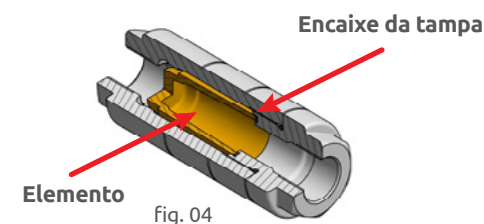

fig. 04
- Elimine a sujeira acumulada, lave-a com querosene ou óleo diesel com auxílio de um pincel, sobre com um bico de ar comprimido de fora para dentro do elemento e remonte cuidadosamente auxiliando com os dedos pelo orifício de entrada para direcionar o elemento corretamente aos encaixes da tampa. (Fig. 04)